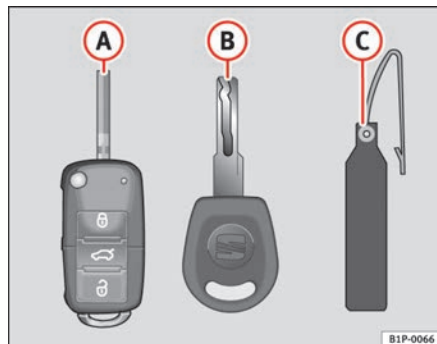

Fig. 62 Juego de llaves
- una llave con mando a distancia ⇒ fig. 62 A con espadín desplegable,
Sólo es posible hacer duplicados con el número de la llave del llavero de plástico ⇒ fig. 62 B. Por este motivo:
⇒ página 104, fig. 62, la llave provista de emisor de radiofrecuencia  y la llave convencional .